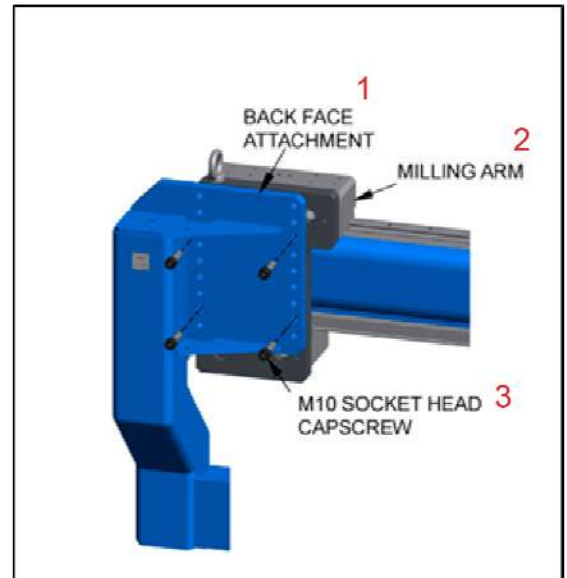

Abbildung 21 Detail der Baugruppe der rückseitigen Befestigung
2. Die rückseitige Befestigung am Fräsarm mit den vier M10-Zylinderschrauben befestigen, siehe Abbildung 21. Die Zylinderschrauben mit 58 Nm (42 ft-lb) festziehen. Die Höhe der rückseitigen Befestigung kann über die mitgelieferten Befestigungslöcher eingestellt werden, die rückseitige Befestigung wird entsprechend der Flanschstärke positioniert.